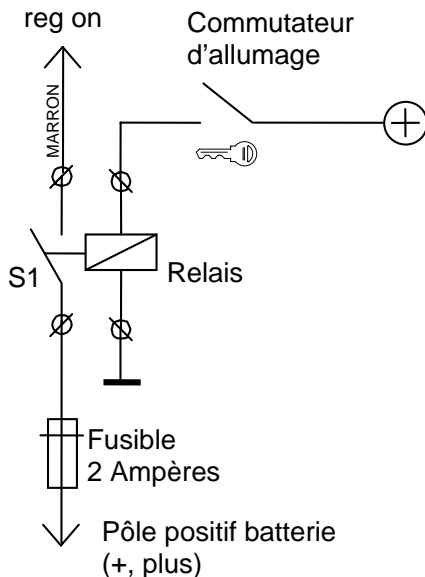
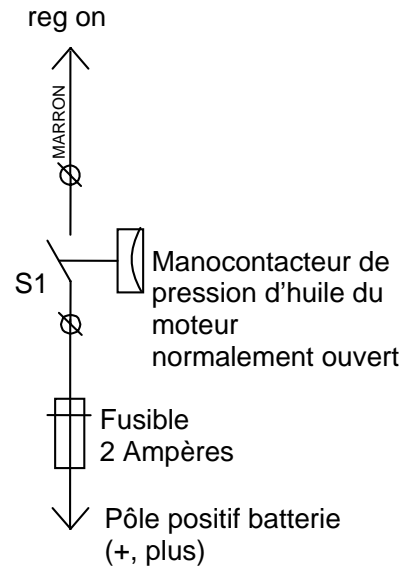

Figure 7 : Connexion du commutateur d'allumage
Figure 8 : Connexion d'un manoccontacteur de pression d'huile indépendant (non mis à la masse) avec contact normalement ouvert
- 5 Voir référence ⑤. Le câble marron du faisceau de câbles doit être connecté à la borne [reg on] du régulateur Alpha Pro. Connecter l'autre cosse du câble en la faisant passer dans le commutateur ("S1"), dont les contacts sont normalement ouverts, au pôle positif (+) de la batterie, tel qu'indiqué. Vous pouvez utiliser le commutateur d'allumage (Figure 7) ou de préférence un manoccontacteur de pression d'huile (non mis à la masse) indépendant (Figure 8). Utiliser un câble de 2.5mm². Ce câble doit être sécurisé par un fusible de 2A. La borne [reg on] servant également à mesurer la tension, ce câble ne doit pas servir pour alimenter d'autres charges.